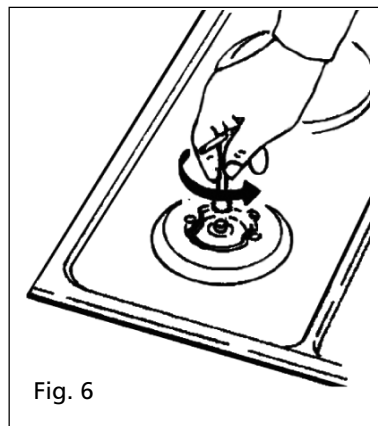

Fig. 6
(Fig. 6)
- La sustitución de los inyectores (Fig. 6) por los correspondientes al tipo de gas LP (consulte la tabla "Características inyectores").